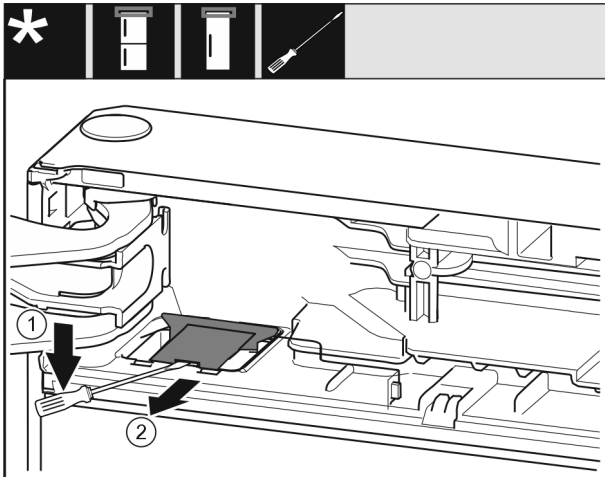

Fig. 10
- Disinnestare il coperchio con un cacciavite a testa a intaglio e sollevarlo. *Fig. 10 (1)*
- Estrarre la copertura. *Fig. 10 (2)*